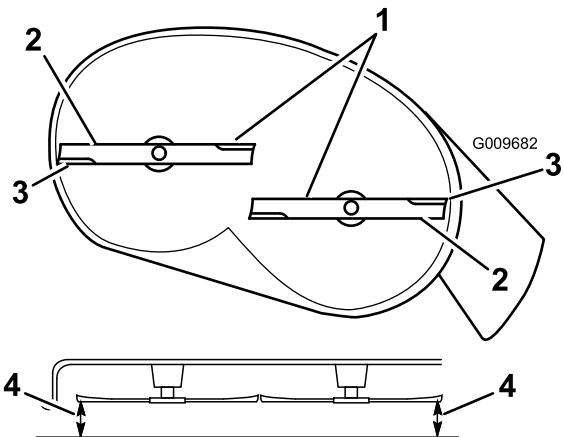
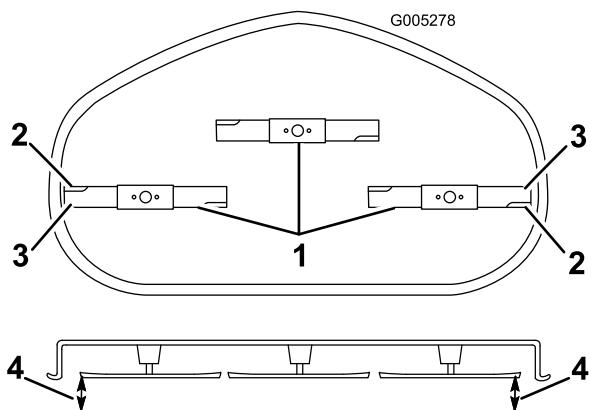

Figura 51
Figura 52
4. Gire cuidadosamente las cuchillas hasta que estén todas orientadas lateralmente (Figura 51 y Figura 52).
5. Mida entre los bordes de corte exteriores y la superficie plana (Figura 51 y Figura 52). Si hay una diferencia de más de 5 mm (3/16 pulg.) entre ambas dimensiones, se requiere un ajuste; siga con este procedimiento.